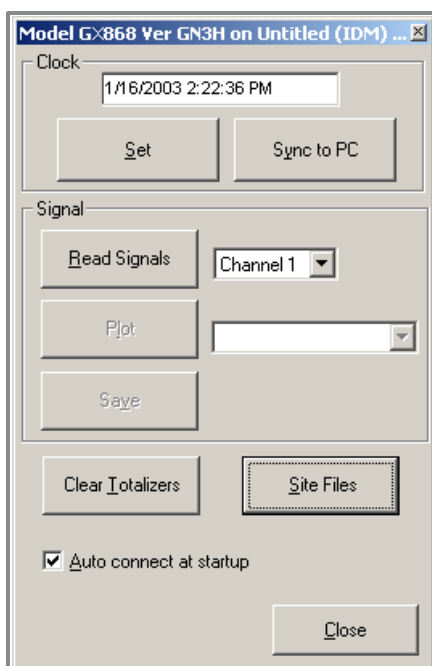

Рисунок 28: Окно свойств прибора на базе IDM
1. Щелкните кнопку *Read Signals* (Считать сигналы). (Если измерительный прибор является многоканальным, откройте раскрывающееся меню «Channel» (Канал) и нажмите на нужный канал). Через какое-то время появится окно *Properties* (Свойства), показанное на рис. 28.